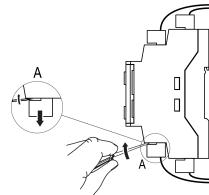

Рисунок 3 – Отсоединение съемных частей клемм
- Отделить от прибора съемные части каждой из клемм вместе с подключеннымными внешними линиями связи с помощью отвертки или другого подходящего инструмента (см. рисунок 3).